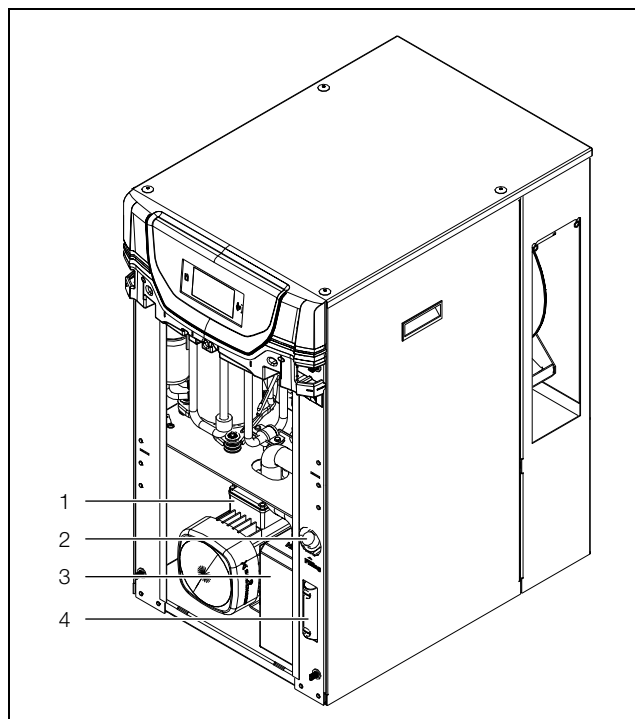

Abb. 20: Kühlmedium einfüllen
- Befüllen Sie den Chiller über den Befüllstutzen (Abb. 20, Pos. 2) des Tanks mit Kühlmedium.
- Kontrollieren Sie den Füllstand am Schauglas (Abb. 20, Pos. 4).